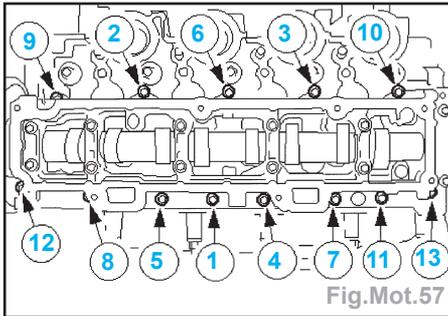

Fig.Mot.57
- Poser l'ensemble carter d'arbre à cames et serrer les boulons dans l'ordre indiqué en deux étapes (Fig.Mot.57) :